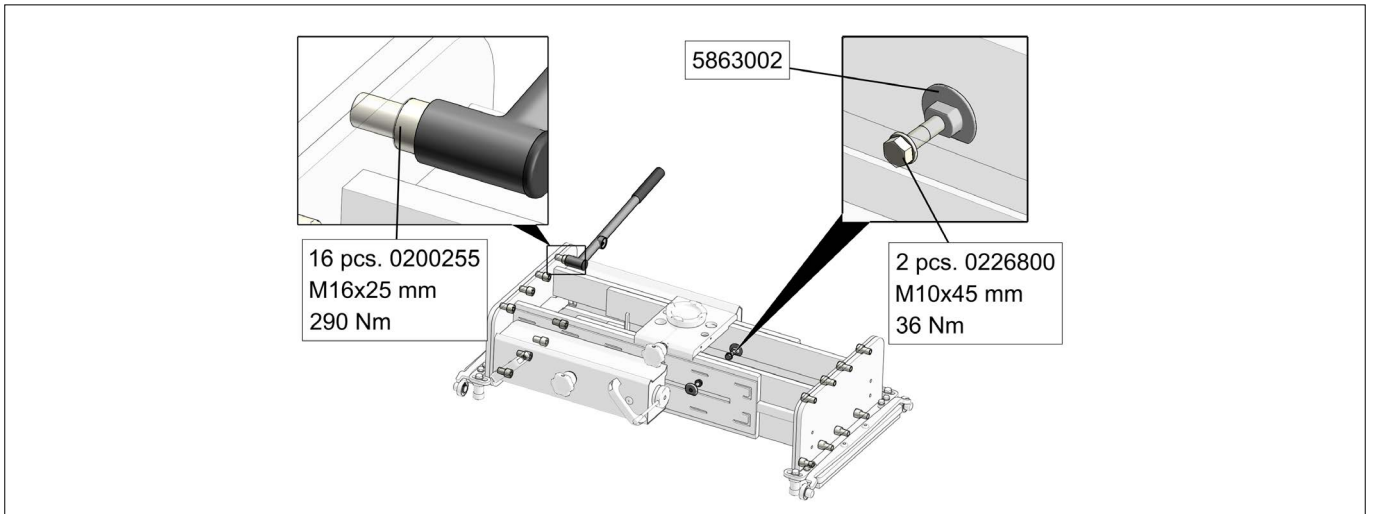

Fig.43
- Justering og bespænding af låse og ophængsbolte (*Fig.43*).
- Adjustment of frame and torque setting of locks and support screws (*Fig.43*).
- Ausrichtung des Rahmens, fester Sitz der Sicherungsschrauben und Schrauben für die Aufhängung (*Fig.43*).
- Réglage du cadre, serrage des attaches et des boulons de suspension (*Fig.43*).
- Ramens justering och spänning av lås och upphängningsbulta (*Fig.43*).
- Asiantuntijan on tarkastettava rungon säädöt ja lukkojen sekä kiinnityspulttien kireys (*Fig.43*).
- De afstelling van het frame en het aanhalen van de vergrendelingen en de ophangingsbouten (*Fig.43*).
- Estado del bastidor y ajuste de los seguros y tornillos de los brazos de apoyo (*Fig.43*).
- Проверка юстировки рамы и затяжки стопоров и крепежных болтов (Fig.43).
- Regolazione del telaio e regolazione della coppia di serrature e viti di supporto (Fig.43).